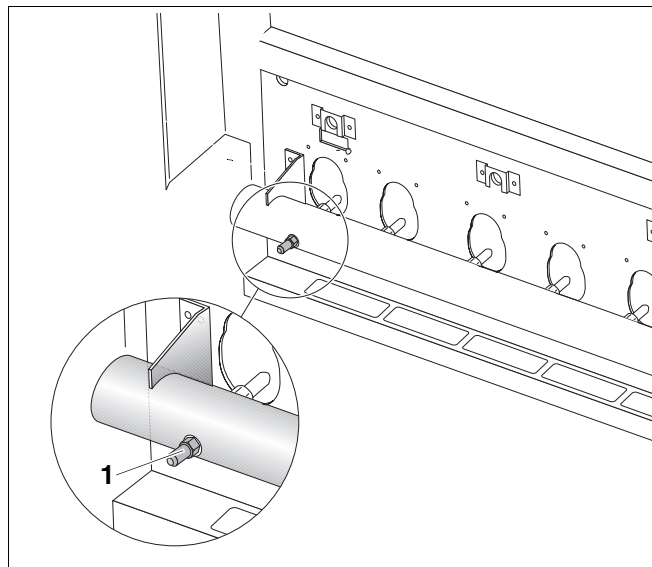

Рис. 26 Измерение давления на форсунках
- Открутить на два оборота измерительный ниппель на газораспределительной гребенке (рис. 26, поз. 1).
- Надеть шланг U-образного манометра на измерительный ниппель (рис. 26, поз. 1).